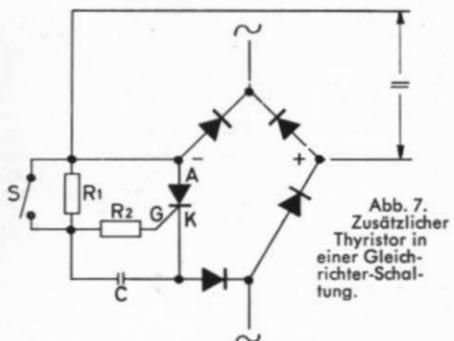
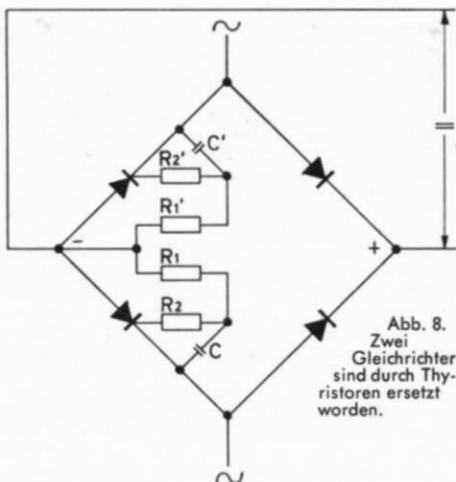

Abb. 7.
Abb. 8.
Zur Verstärkung der Impulswirkung des Fahrstromes kann auch in beide negativen Zweige der Gleichrichter-Anordnung je ein Thyristor eingesetzt werden (Abb. 7), deren Steuerelektroden (G) bei entsprechender Schaltungsauslegung auch aus einem gemeinsamen RC-Phasenschieber gespeist werden können. Es ist aber auch möglich, in die Ausgangsleitung der Gleichrichter-Anordnung einen Thyristor einzusetzen (Abb. 8), was insbesondere für die nachträgliche Ausstattung bereits vorhandener Gleichstrom-Fahrpulse günstig ist.